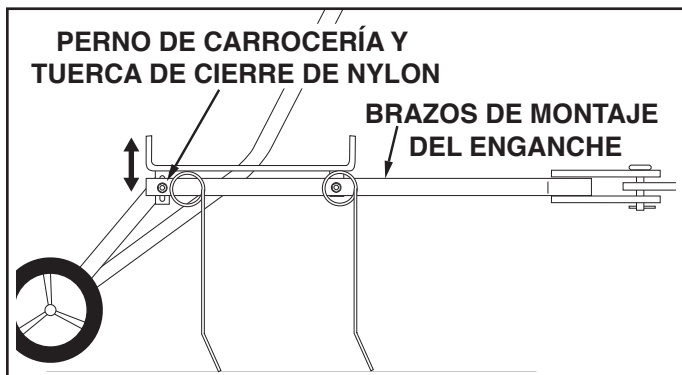

FIGURA 7
- Lleve el vehículo de remolque a una superficie plana, como la entrada o el piso del garaje y acople la despajadora al enganche del vehículo. Vea la figura 7.
- Descienda la despajadora a la posición de operación con la palanca de levante. Afloje las tuercas de cierre de nylon y los pernos de carrocería que acoplan los brazos de montaje del enganche a los soportes de montaje del brazo del enganche en la parte trasera de la plancha de púas. Ajuste la plancha de púas hasta que esté nivelada y las púas frontales y traseras estén en contacto con el suelo. Vuelva a apretar las tuercas hexagonales. Vea la figura 7.